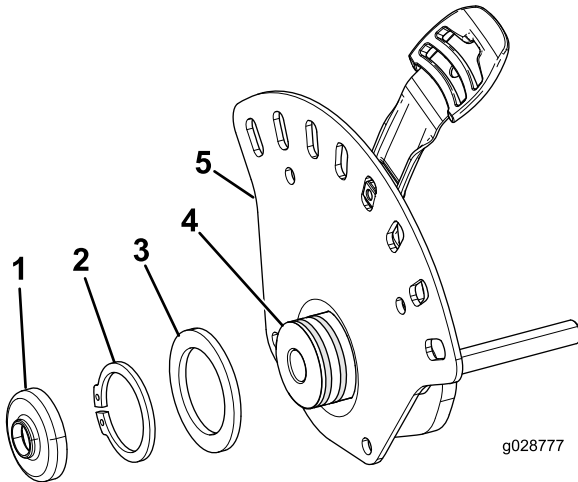

Figure 3
5. Déposez le couvercle du dispositif de retenue, le circlip et la rondelle de la plaque de hauteur de coupe (Figure 3).
8. Reposez la rondelle, le circlip et le couvercle du dispositif de retenue sur la plaque de hauteur de coupe (Figure 3).